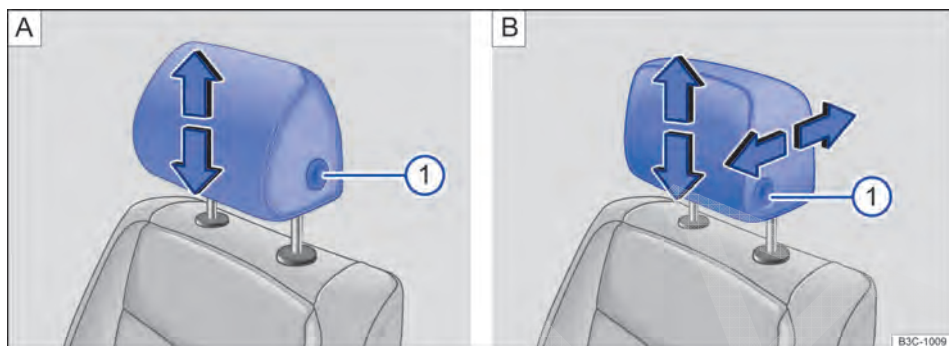
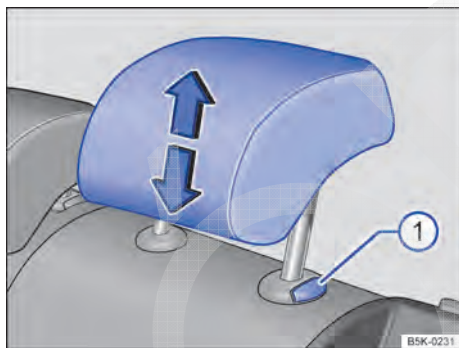

Fig. 51 Ajustar o apoio para cabeça dianteiro: em veículos sem (A) e com (B) apoios para cabeça ajustáveis na longitudinal.
Fig. 52 Ajustar o apoio para cabeça traseiro.
- Empurrar o apoio para cabeça para cima no sentido da seta ou, com o botão  **Fig. 51** ou  **Fig. 52** pressionado, empurrar para baixo .
- Empurrar o apoio para cabeça para frente no sentido da seta ou para trás com o botão  **Fig. 51** pressionado.